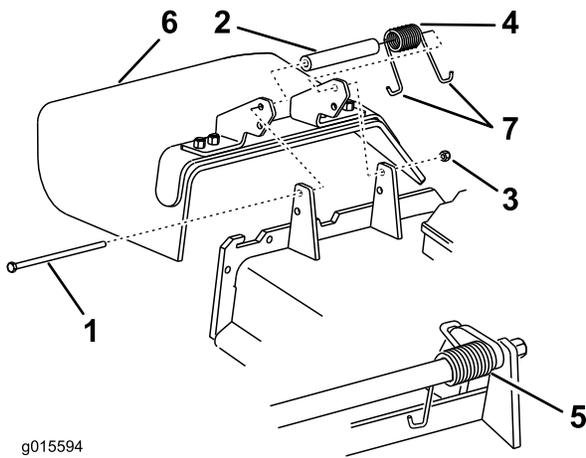

Figure 73
1. Retirez le contre-écrou, le boulon, le ressort et l'entretoise qui fixent le déflecteur aux supports de pivot (Figure 73). Déposez le déflecteur d'herbe s'il est endommagé ou usé.
Remarque: Prenez soin de placer une extrémité en **J** du ressort derrière le bord du tablier avant de mettre le boulon en place, comme montré à la Figure 73.
- Remettez le boulon et l'écrou. Accrochez l'extrémité en **J** du ressort au déflecteur d'herbe (Figure 73).